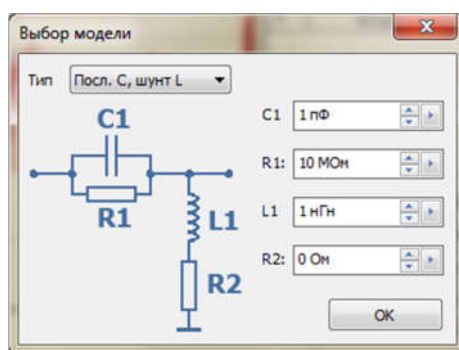

Рисунок 2.203 – Настройка параметрической модели цепи
2) «Параметрическая цепь» – параметрическое описание цепи согласно выбранной модели (рисунок 2.203);